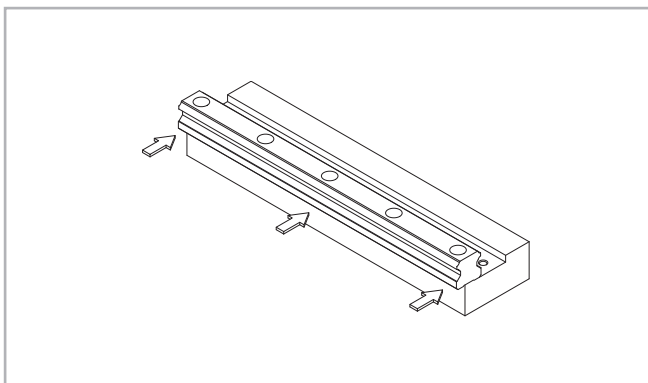
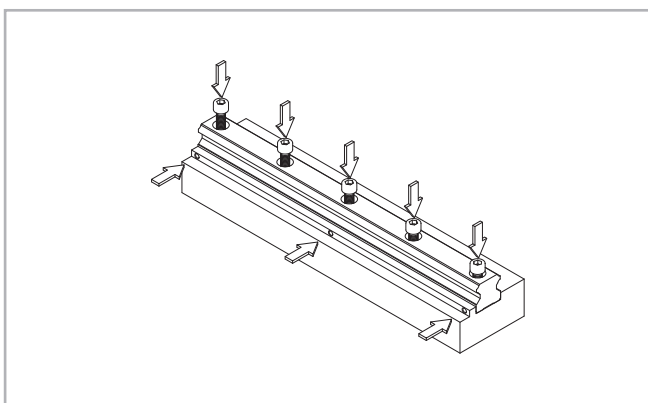

Рис. 52
Рис. 53
(2) Аккуратно приложить направляющую к несущей поверхности (см. Рис. 52) и слегка притянуть к ней крепёжными винтами - ровно с тем усилием, которое требуется для того, чтобы направляющая пришла в положение прилегания к несущей поверхности. При этом следить за тем, чтобы направляющая также полностью прилегла к боковому упору, выполненному на несущей поверхности (см. Рис. 53).